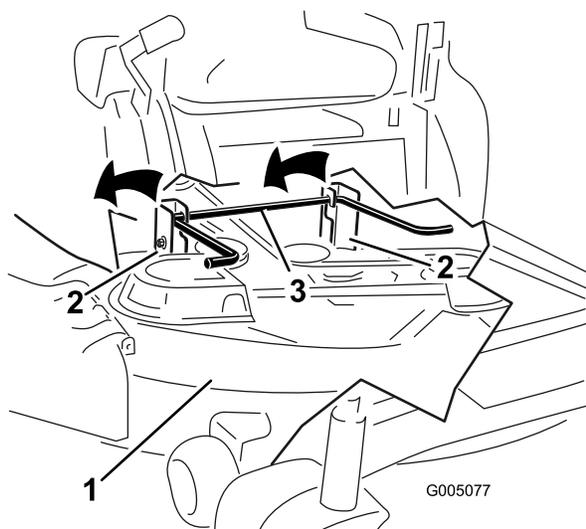

Figure 58
5. Soulevez et enlevez le tablier de coupe et les supports de la tige de levage arrière et abaissez la tondeuse au sol avec précaution (Figure 58).
- Soulevez l'arrière du tablier de coupe et guidez les supports sur la tige de levage arrière (Figure 58).